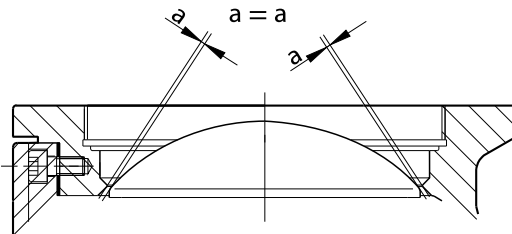

Fig. 6-6 Segmento de bola central
3. Asegúrese de que el segmento de bola está centrado con el cuerpo de la válvula. El segmento de bola no debe estar conectado ni muy flojo ni muy apretado. Debe haber un espacio uniforme alrededor de todo el segmento de bola. Esto se puede comprobar de manera más precisa con una galga de espesores en el extremo del eje relevante (→ Fig. 6-6). Establezca la posición del segmento de bola con ayuda de las cuñas.